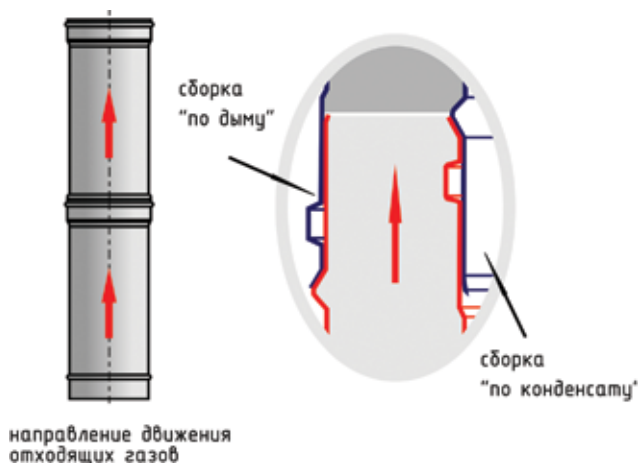

рис. 2
- 4.4. Монтаж начинают от отопительного агрегата вверх. Существует несколько видов сборки дымоходных систем. Схемы монтажа дымоходов «по дыму» и «по конденсату» приведены на рис. 2.